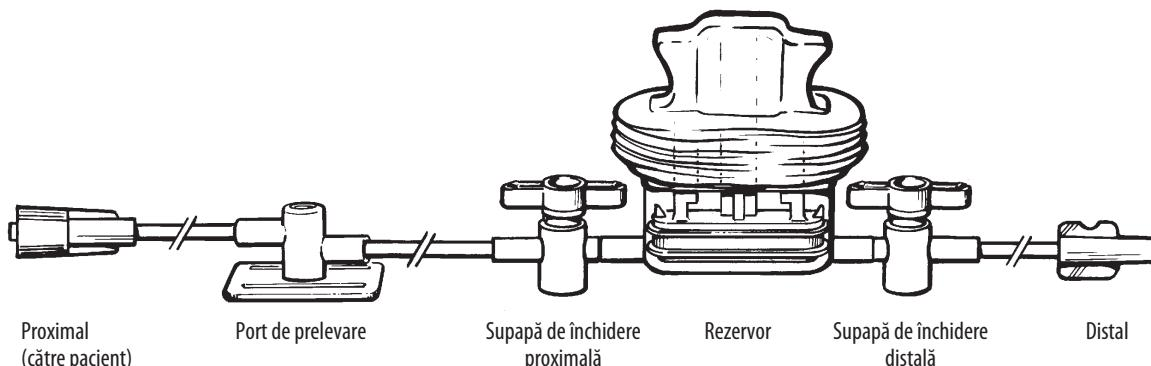

Figura 1
- Folosind conectorul Luer Lock tată, conectați ferm capătul proximal al trusei la cateterul preumplut (Figura 1).